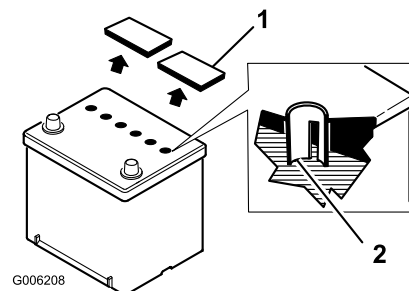

Bild 39
2. Nehmen Sie die Entlüftungsdeckel oben an der Batterie ab und schauen Sie in die Zellen. Der Füllstand muss bis zum unteren Teil des Rohrs reichen (Bild 39).
2. Nehmen Sie die Entlüftungsdeckel ab und gießen Sie langsam destilliertes Wasser in jede Batteriezelle, bis der Füllstand den unteren Teil des Rohrs erreicht (Bild 39).